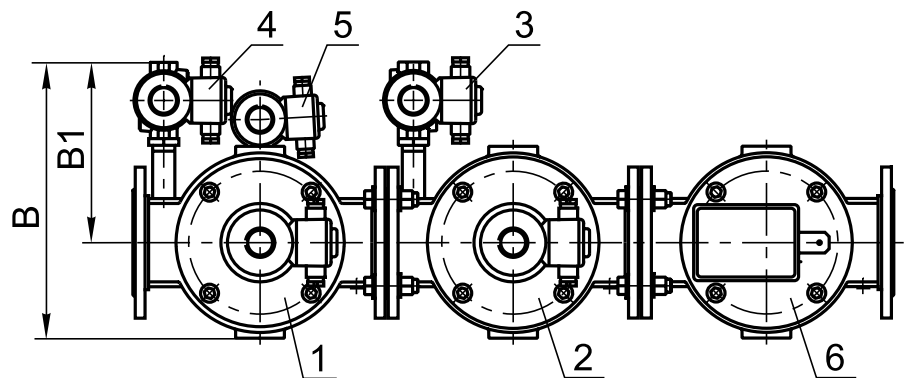

Рис. 23-58
Клапаны свечи безопасности и запальной горелки могут располагаться справа по ходу газа (рис. 23-57) или слева (рис. 23-58).
* Габаритный размер «В» (ширина) приведен для правого исполнения блоков (рис. 23-57). Для левого исполнения блоков (рис. 23-58) данный размер необходимо уменьшить на 75 мм.